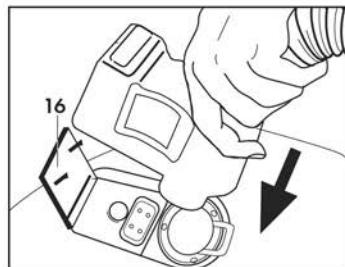

Fig. 6
Abrir completamente la portezuela de la toma accesorios (16) e introducir el empalme rápido del tubo flexible en la toma situada en la parte anterior del aparato, apretando a fondo. Cerrar la portezuela de la toma accesorios (16) en el cuerpo del empalme rápido asegurándose de que los dos detalles se acoplen (**Fig. 6**).